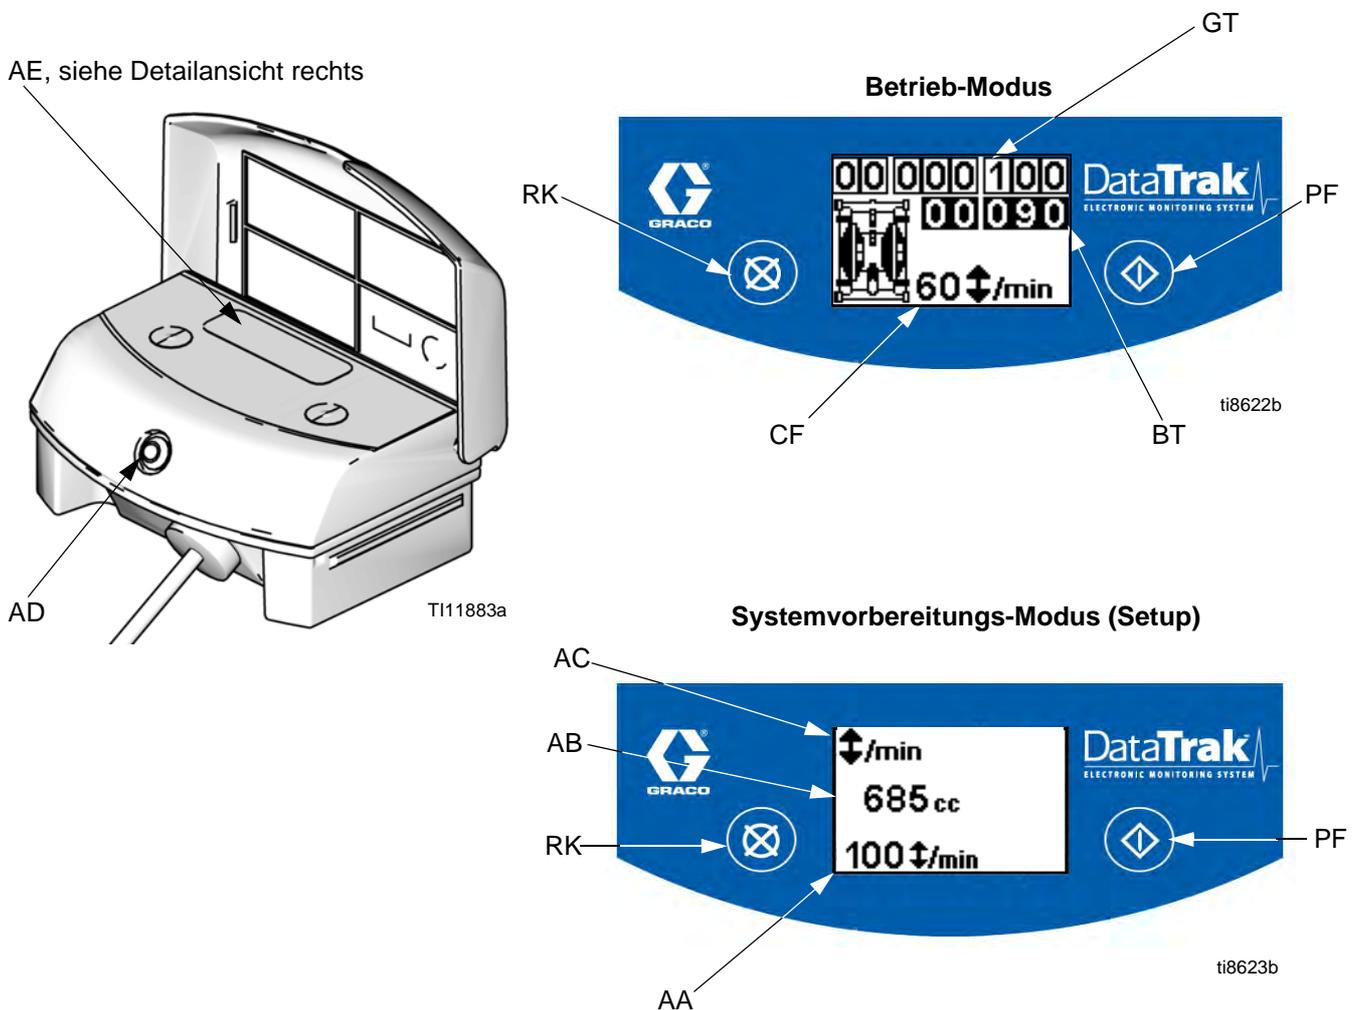

Abb. 1. DataTrak-Regler und -Anzeigen
1. Siehe Abb. 1.  5 Sekunden lang gedrückt halten, bis das Setup Menü erscheint.
HINWEIS: Zum Deaktivieren der Durchlaufüberwachung, wechseln Sie in den Setupmodus, und stellen Sie den Durchlaufwert auf 0 (Null) ein. Siehe Abb. 1.
1. Siehe Abb. 1. Wenn Sie in den Ansaug-/Spül-Modus wechseln möchten, drücken Sie eine beliebige Taste, um die Anzeige zu aktivieren, und drücken Sie dann auf . Auf dem Bildschirm wird das Ansaug-/Spül-Symbol angezeigt, und die LED blinkt
2. Im Entlüftungs-/Spülmodus ist der Trockenlaufschutz deaktiviert und der Chargen-Zähler (BT) zählt nicht.
Siehe Abb. 1. Die Anzeige (AE) wird im Ausführungsmodus nach 1 Minute bzw. im Setupmodus nach 3 Minuten Inaktivität automatisch ausgeschaltet. Drücken Sie eine beliebige Taste, um die Anzeige wieder zu aktivieren.
DataTrak ist in der Lage, verschiedene Probleme mit der Pumpe zu erkennen. Wenn der Monitor ein Problem feststellt, blinkt die LED (AD, Abb. 1) und auf der Anzeige erscheint ein Diagnosecode. Siehe Tabelle 1 auf Seite 10.